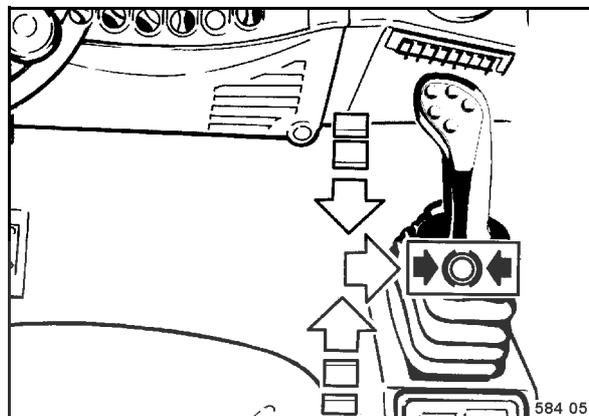

fig. 55
- Ramener lentement le levier de commande de marche (fig. 55) sur position neutre puis l'enclencher vers la droite sur position de freinage.